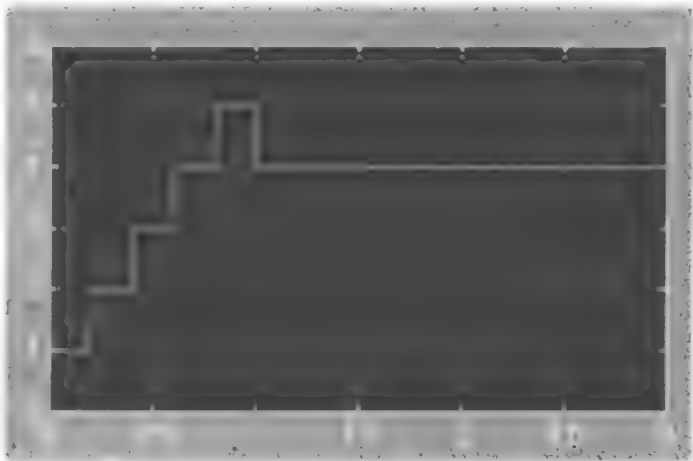

图 3.1.14 输出结果
③ exit 动作。关键词为 `exit`(或缩写为 `ex`)。如图 3.1.13 所示,系统处于状态 A,当 A 的激活时间达到 5 个仿真步长,退出状态 A,进入状态 B,最终的结果为 `y=4`,如图 3.1.14 所示。